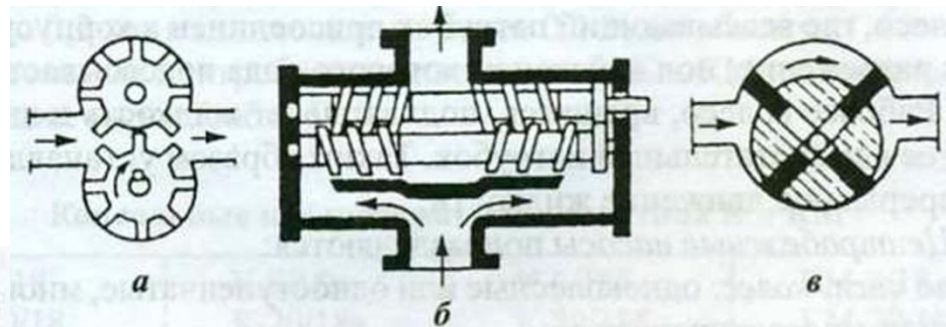

Рис. 59. Конструктивные схемы роторных насосов:
- *Объемные насосы* подразделяются на следующие группы: *поршневые, роторные* (шестеренчатые, винтовые, пластинчатые) (рис. 59, **а, б, в**).